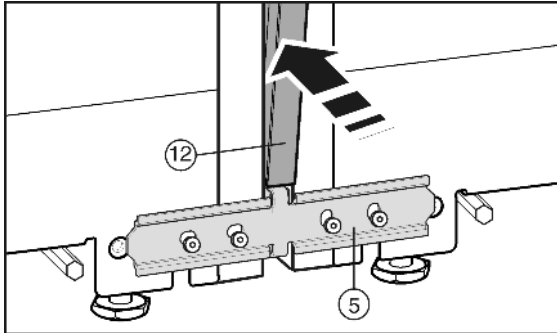

Fig. 9
Mielőtt behelyezné a fedőlécet Fig. 9 (12), a két bordát nyomja össze teljes hosszában. Ezzel a léccet könnyebben be lehet illeszteni a nyílásba. A léccel benyomásához használjon törőkendőt, hogy a fedőléc felülete ne horpadjon be. A dísléccet egyenesen és gondosan nyomja be a nyílásba, hogy optimálisan kötődjön.
- ▶ Az első oldalon a hosszú fedőlécet Fig. 9 (12) nyomja be a függőleges nyílásba. Ügyeljen arra, hogy a léccel az összekötő lemezen Fig. 9 (5) álljon.